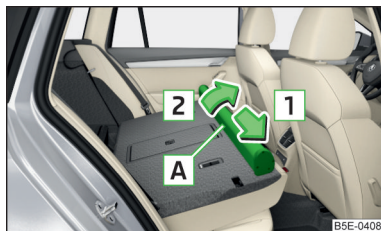

Fig. 123
- Împingeți carcasa **[A]** în sensul săgeții **[1]** și scoateți-o din elementele de prindere în sensul săgeții **[2]** » fig. 123.